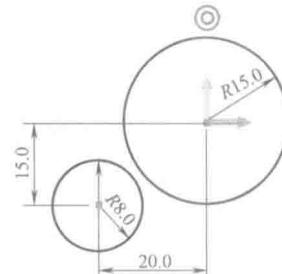

图 1-18 绘制  $R8\text{mm}$  圆
2) 绘制  $R8\text{mm}$  圆。选择“草图→圆”或按鼠标中键进入圆命令栏，在  $R15\text{mm}$  左下角绘制  $R8\text{mm}$  的圆并标注尺寸，如图 1-18 所示。